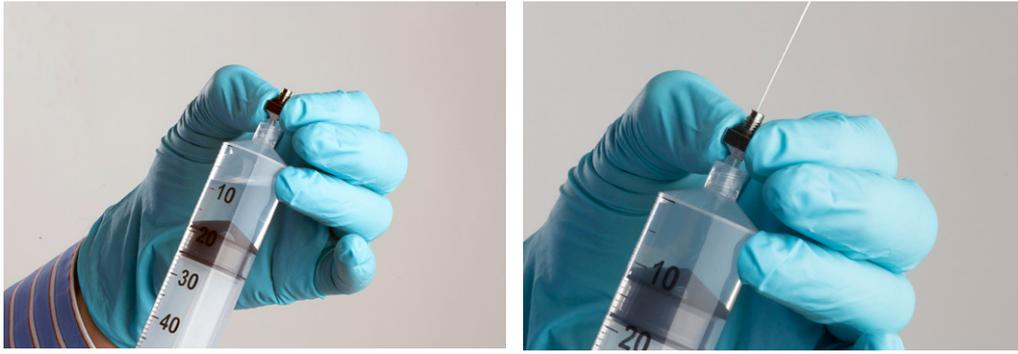

Figura 7-1: Procedimiento de limpieza de la boquilla
3. Si es necesario desenroscar la boquilla de la unidad de producción de perlas, enjuáguela con agua desionizada (consulte la *figura 7-1*) o con un disolvente adecuado y seque la boquilla con un chorro de aire.
Desenrosque la boquilla. Haga pasar aire o agua a través de la boquilla, como se muestra en la figura 7-1.